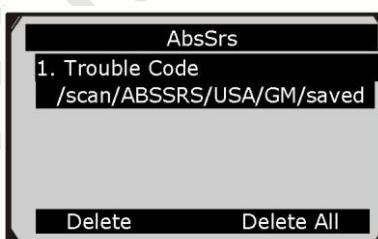

Рисунок 4-2
3) С помощью кнопок прокрутки вверх/вниз выберите необходимые записи диагностических кодов неисправностей в меню **Scan** [Сканирование] или **AbsSrs** (см. рисунок 4-2), после чего нажмите кнопку **ОК**.
Для удаления выбранных диагностических данных необходимо нажать кнопку **Delete** [Удалить] в окне **AbsSrs** (см. рисунок 4-2). Перед удалением записей убедитесь в необходимости их удаления. Кнопка **Delete All** [Удалить все] позволяет удалить все записи.